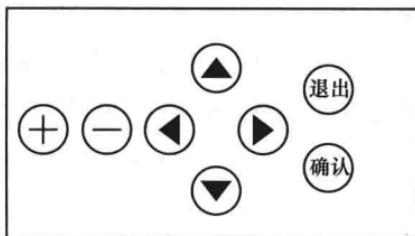

图 2-1 键盘
(1) 键盘与显示器。装置采用 128×64 点阵大屏幕液晶显示屏，显示屏下方有一个 8 键键盘（见图 2-1），显示屏右侧还有一个复归键。